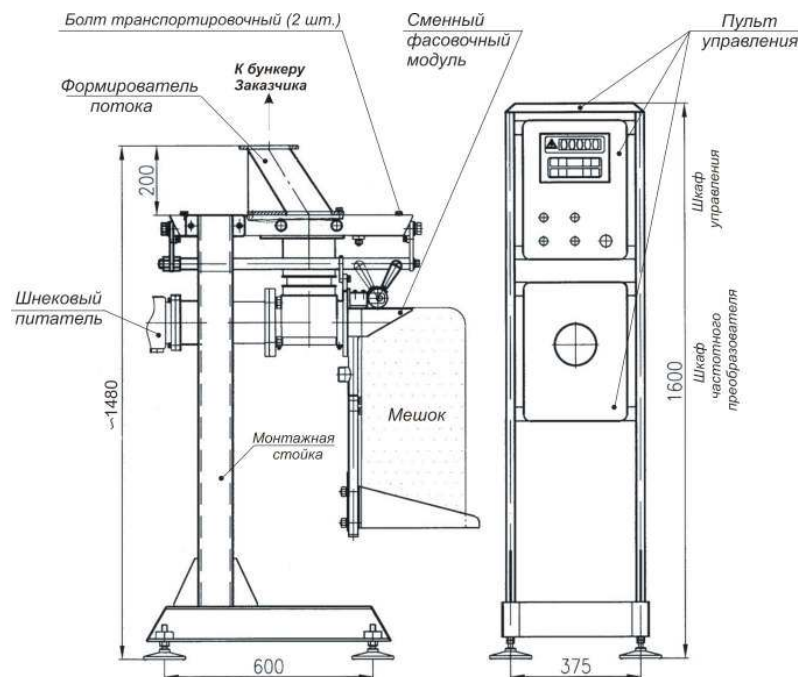

Рисунок 1 – Пример общего вида дозатора ДШФ-К
Примечание. Шкаф управления совместно с шкафом частотного преобразователя, смонтированные на общей стойке принято называть «Пульт управления» (см. рисунок 1). **Внешний вид дозатора может отличаться от приведенного на рисунке 1** (например, как на обложке настоящего РЭ).
- **Внимание! До начала работы - снять транспортировочные болты М12 (см. рис. 1)., расположенные в верхней части рамной конструкции.**